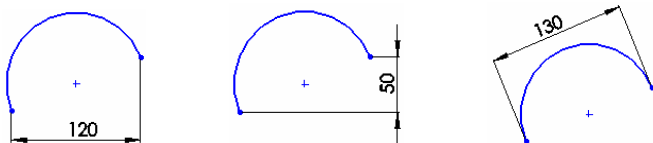

图 3-16 圆弧弦长的标注形式
- 标注圆弧的弦长：标注圆弧弦长的方式是，依次选取圆弧的两个端点与圆弧，然后拖出尺寸，单击放置的位置即可。根据尺寸放置的位置不同主要有 3 种形式：水平形式、垂直形式与平行形式，如图 3-16 所示。